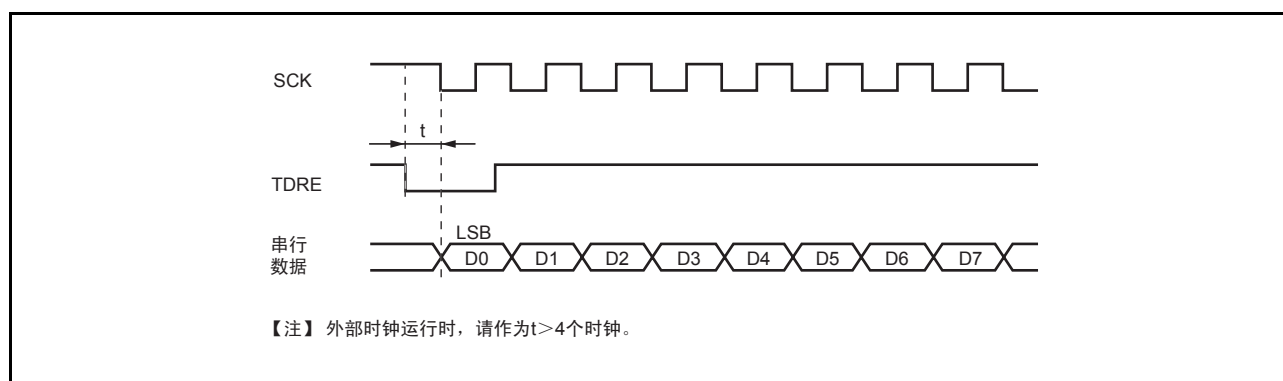

图 12.38 通过 DMAC 进行时钟同步模式发送时
- 使用外部时钟作为串行时钟时，在通过 DMAC 更新 TDR 后，发送时钟须经过 5ϕ 时钟以后方能输入。更新 TDR 后，如果输入小于 4 时钟的发送时钟，有时会发生误动作。（图 12.38）。